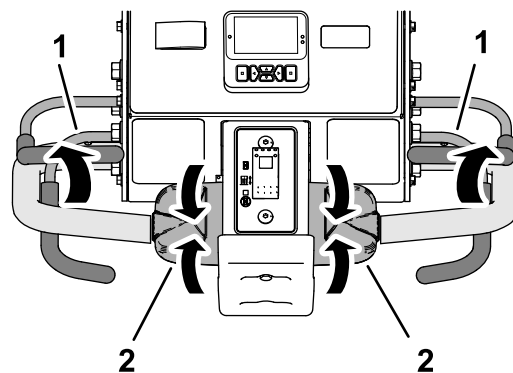

Bild 91
1. Lassen Sie den Fahrtriebshebel los und lassen Sie ihn in die NEUTRAL-Stellung fallen, und lassen Sie den Schaltbühnen los (Bild 91).